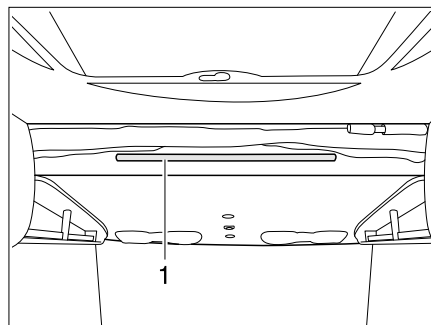

Bild 163 Hubbett elektrisch
- Die Aufstiegsleiter mit den beiden Bügeln in die Haltstange (Bild 163,1) am Hubbett einhängen.